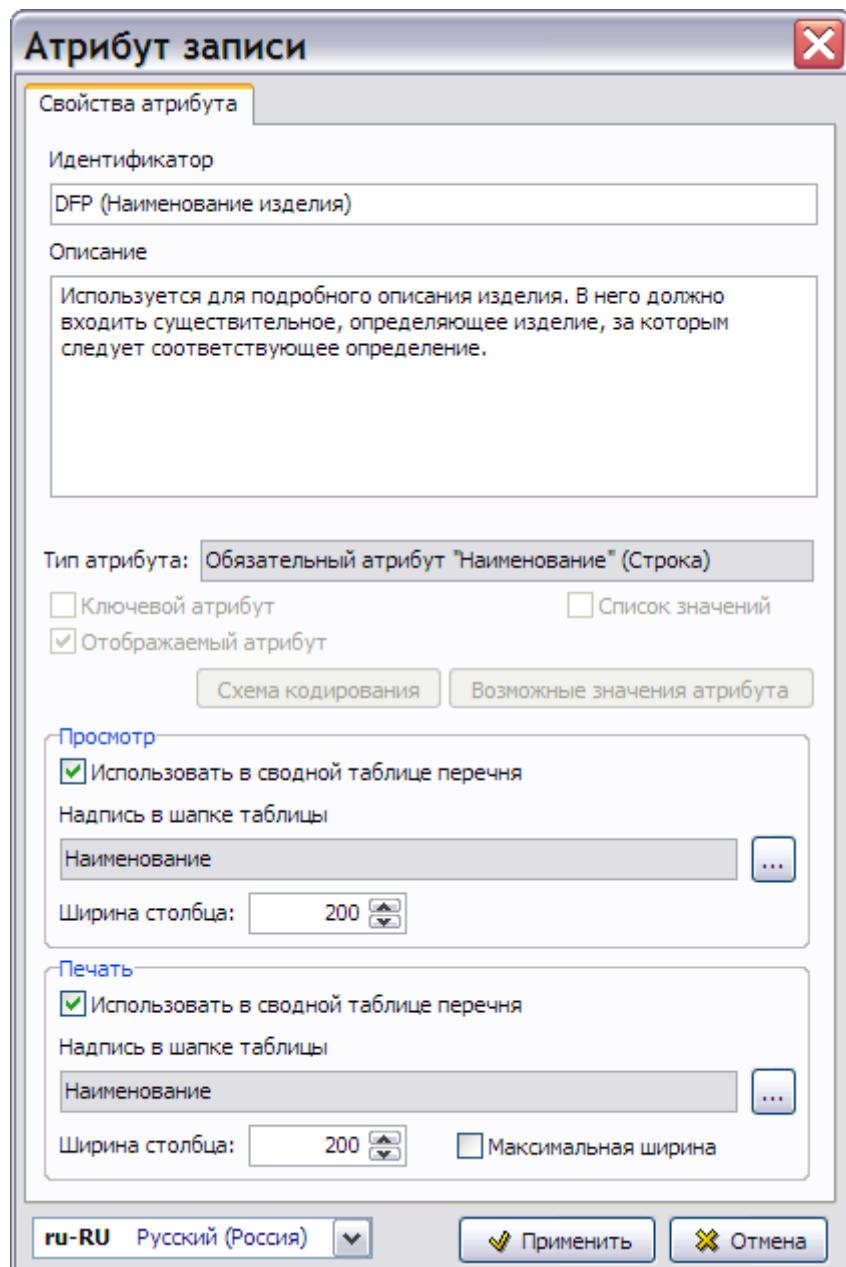

Рис. 3.18
3. В окне **Атрибут записи** в поле **Идентификатор** измените идентификатор атрибута на «DFP (Наименование изделия)» (Рис. 3.18).
4. В поле **Описание** введите описание атрибута (Рис. 3.18).